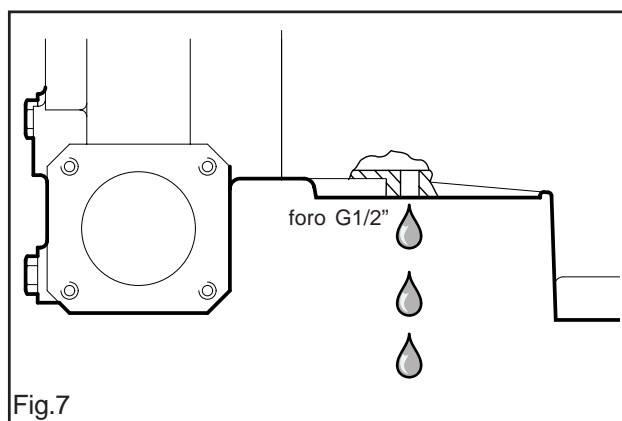

Fig.7
- 3 - N°1 foro DRAIN ricavato nel coperchio inferiore per il drenaggio all'esterno del trafilemento delle guarnizioni di pressione. **Detto foro deve sempre essere mantenuto aperto (vedi par. 10.3 Fig.7 pag.9).**
Durante il funzionamento le guarnizioni di pressione lasciano trafilare una minima quantità d'acqua che fuoriesce all'esterno sotto forma di gocce intermittenti. Questo trafilamento, necessario per una buona lubrificazione delle stesse, defluisce all'esterno tramite l'apposito foro ricavato nel coperchio inferiore (Fig.7). **Detto foro pertanto deve essere sempre mantenuto aperto.**
2. Ispezionare il coperchio inferiore di drenaggio trafileamento di Fig. 7 e pulirlo da eventuali incrostazioni e/o residui di grasso.
Controllare periodicamente l'entità del trafilamento d'acqua che la pompa lascia defluire del foro ricavato nel coperchio inferiore (Fig.7, pag.9). Essa è l'indice dello stato di usura delle guarnizioni di pressione, che dovranno essere sostituite quando il trafilamento si presenterà abbondante e non più a gocce intermittenti.